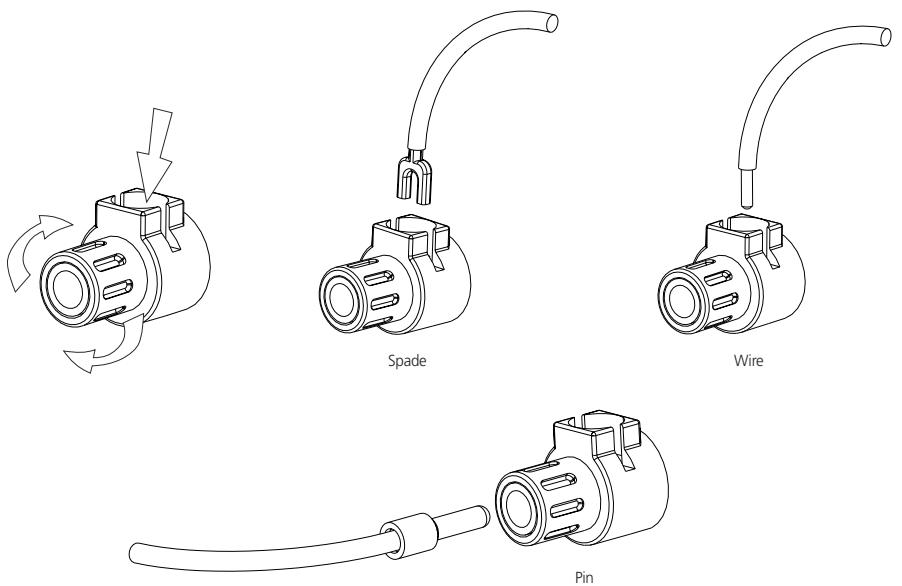

Abbildung 2
Verbinden Sie die Lautsprecherleitungen mit den Klemmen „+“ und „-“ auf der Rückwand des NAD Verstärkers der CI-Serie. Bei jedem Kanal ist die rote Klemme der positive „+“ Ausgang und die schwarze Klemme der negative „-“ oder „Masse“ Ausgang (siehe Abbildung 2).
- 1 Endhülsen:** Eine Endhülse ist eine schlankes Metallröhrchen, das auf das blanke Ende eines Kabels gequetscht oder gelötet wird. Der Gewindegelenk jeder Schraubanschlussklemme enthält eine Bohrung, die Endhülsen mit einem Durchmesser von bis zu 3 mm aufnehmen kann. Lösen Sie die Plastikmutter der Schraubanschlussklemme so weit, bis die Bohrung im Gewindegelenk freiliegt. Führen Sie die Endhülse in die Bohrung ein und drehen die Plastikmutter im Uhrzeigersinn, bis sie fest sitzt (siehe Abbildung 2).
- 2 Kabelschuhe:** Lösen Sie die Plastikmutter, schieben den U-förmigen Kabelschuh in den Zwischenraum unter der Plastikmutter und dem Gegenstück und drehen die Plastikmutter wieder fest (siehe Abbildung 2).
- 3 Blanke Kabelenden:** Trennen Sie die beiden Leiter des Kabels (bei Paarleitungen) und isolieren an jeder Leitung ca. 1 cm ab. Verdrehen Sie in jedem Leiter die freiliegenden dünnen Litzen miteinander. Lösen Sie die Plastikmuttern für „+“ und „-“, führen die blanken Kabelenden in die jeweilige Bohrung im Gewindegelenk ein und drehen die Plastikmutter wieder fest, bis sie das Kabel sicher hält (siehe Abbildung 2). Stellen Sie dabei sicher, dass keine einzelnen Drahtlitzen das Chassis oder eine benachbarte Anschlussklemme berühren. **Um sicherzustellen, dass sich die Plastikmuttern nicht gelockert haben, ziehen Sie sie nach ca. einer Woche noch einmal nach.**